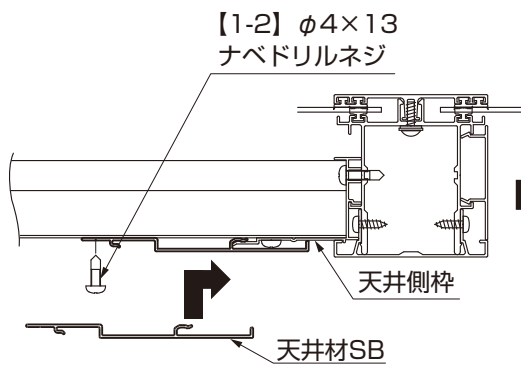

図4-8 天井材SBの取付け
- ②天井材SB、天井材SAの順に天井前枠、天井後枠に【1-2】で取付けてください。(図4-8、図4-9参照)